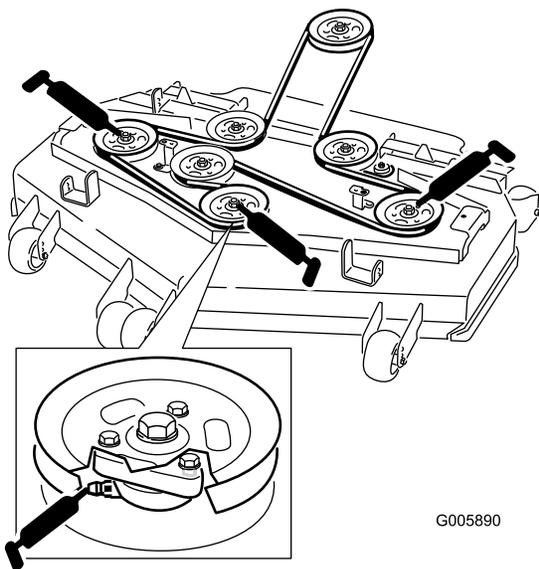

Figure 28
4. Lubrifiez les roulements des trois axes sous les poulies jusqu'à ce que la graisse sorte par les joints inférieurs (Figure 28).
5. Lubrifiez les graisseurs des bras de poussée (Figure 28).